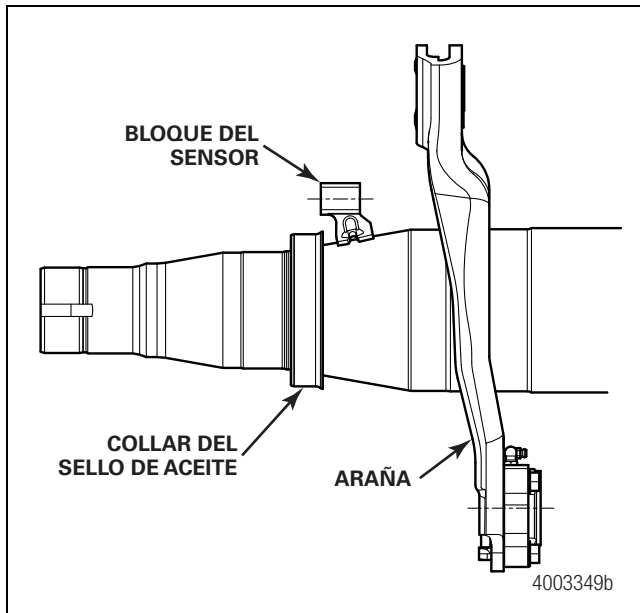

Figura 12.4
- Bloque del sensor — Viene soldado al eje entre la araña y el collar del sello de aceite; el bloque del sensor sostiene el sensor en la posición correcta en relación con la rueda dentada. Figura 12.4.